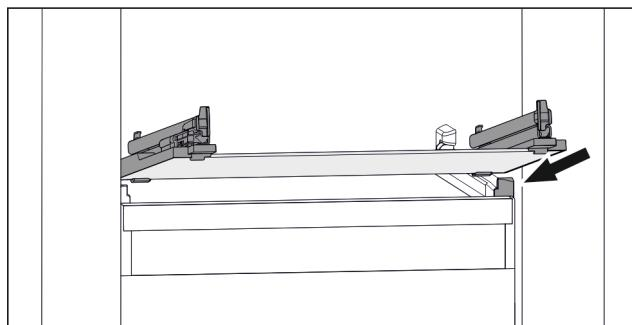

Fig. 154 Príklad zobrazenia sklenej dosky
- Nasadte sklenenú dosku šikmo za zarážkami. (pozri Fig. 154)